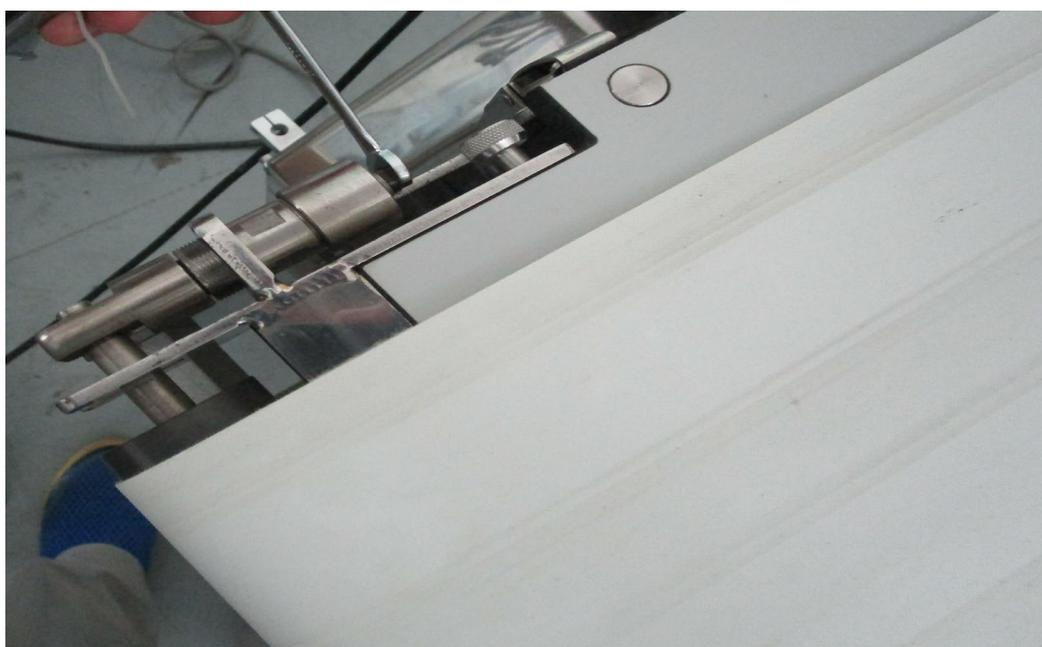

图 4-8 调整张紧螺丝
8) 安装输送装置，注意保持主动辊、从动辊的安装位置与更换前一致。调整输送单元两侧的张紧螺丝，使输送带松紧合适。(图 4-8)